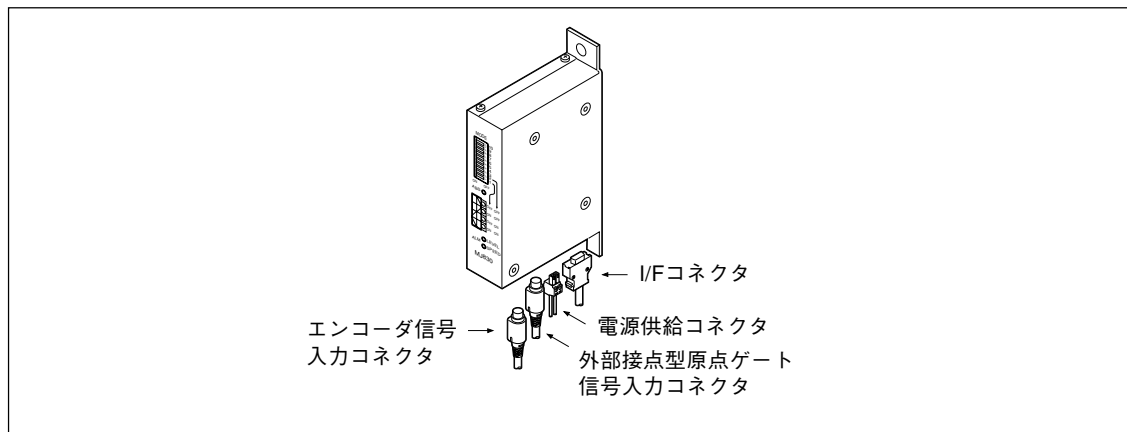

図3-1
電源の供給には、図3-1に示すI/Fコネクタ、または電源供給コネクタに、以下のような電源を入力してください。
エンコーダ信号入力コネクタ、外部接点型原点ゲート信号入力コネクタ、I/Fコネクタを接続する場合は、図3-1に示す各々の位置にカチッと音がするまで差込んでください。
- 各コネクタは、所定の位置 (図3-1参照) に正しく挿入してください。コネクタを破損する恐れがあります。